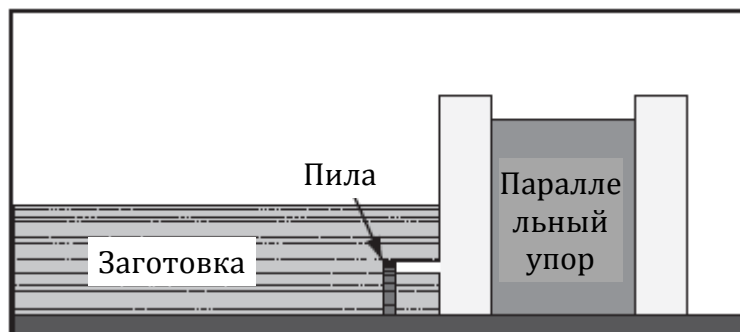

Рис. 54. Второй проход для формирования шпунта
7. Положить заготовку плоскостью на стол, как показано на рис. 54, отрегулировать пилу по высоте для пересечения с первым резом, и выполнить второй проход для завершения шпунта.